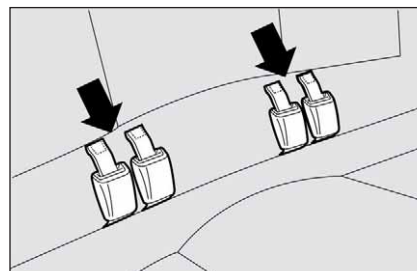

fig. 116
- ☐ accrocher les boucles aux languettes **fig. 116** (indiquées par les flèches) sur le dossier ;